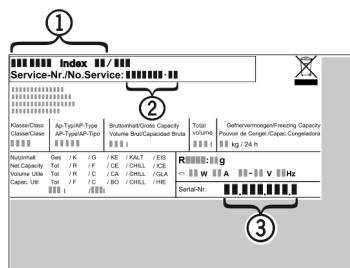

Fig. 4
- ▶ Наименование устройства Fig. 4 (1), сервисный № Fig. 4 (2) и серийный № Fig. 4 (3) считайте с заводской таблички. Заводская табличка находится внутри устройства слева.